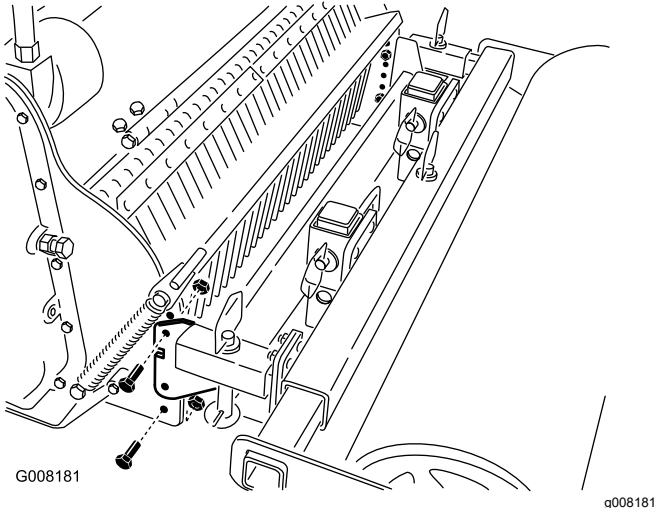

Figura 6
2. Remova os parafusos que prendem os braços do cultivador (Figura 6).
3. Mova os braços para os orifícios que correspondem à profundidade desejada (Figura 6).